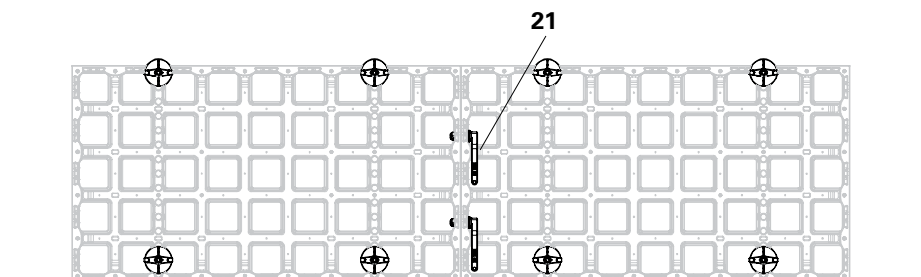

Fig. B11.02b
Se i pannelli sono disposti in orizzontale, sono necessari solo 2 connettori DUO (21) lungo il giunto corto. (Fig. B11.02b)